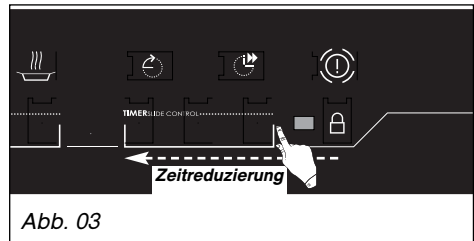

Abb. 03
– Zur Verkürzung der Zeit mit dem Finger von rechts nach links fahren (Abb. 03).